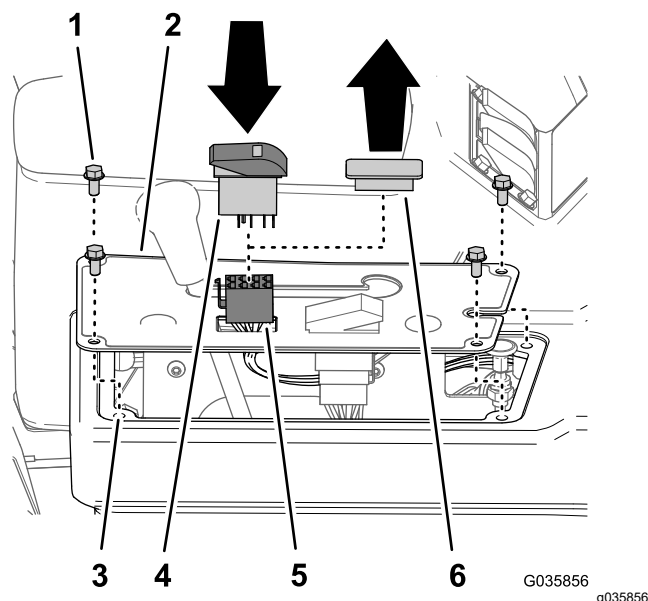

Figure 34
1. S'ils sont présents, retirez les 4 boulons à embase ($\frac{1}{4}$ " x $\frac{1}{2}$ "") qui fixent le panneau de protection au sommet de la console, comme montré à la Figure 34.
2. Retirez le cache à l'emplacement de l'interrupteur dans le panneau de protection de la console (Figure 34).
par l'ouverture dans le panneau de protection (Figure 34).
4. Branchez le connecteur à 8 douilles du faisceau du kit de finition pour rampes soniques étiqueté SONIC MODE MANUAL VS. AUTO sur l'interrupteur à bascule (Figure 34).
5. Insérez l'interrupteur à bascule dans l'ouverture de la planche de bord jusqu'à ce qu'il s'enclenche solidement en place (Figure 34).
6. Alignez les trous dans le panneau de protection et les trous au sommet de la console (Figure 34).
7. Fixez le panneau à la console à l'aide des boulons (Figure 34) que vous avez retirés à l'opération 1.